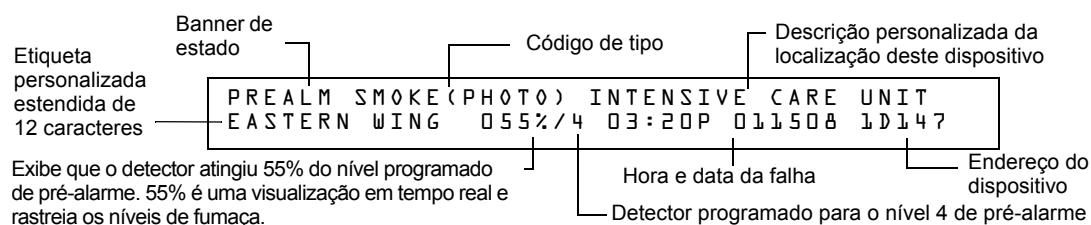

Figura 3.9 Exemplo de mensagem de pré-alarme de alerta
- Exibe um banner de estado PRE-ALARM (pré-alarme), o código de tipo do detector e o nível de pré-alarme (alerta ou ação) na tela LCD, junto com as informações específicas do dispositivo, como mostrado na figura 3.9.